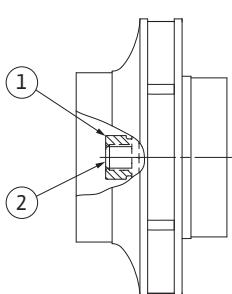

Fig.53: Prawidłowe położenie nakrętki wirnika po montażu
- 29. Przytrzymać wał (patrz czynność 24) i dokręcić nakrętkę wirnika zalecanym momentem dociągającym (patrz wykaz „Tab. 11: Momenty dociągające śrub” na stronie 176). Nakrętka (rys. 53, poz. 1) musi się znajdować równo z końcem wału (rys. 53, poz. 2)  $\pm 0,5$  mm. Jeżeli tak nie jest, odkręcić nakrętkę i powtórzyć czynności 25 do 29.